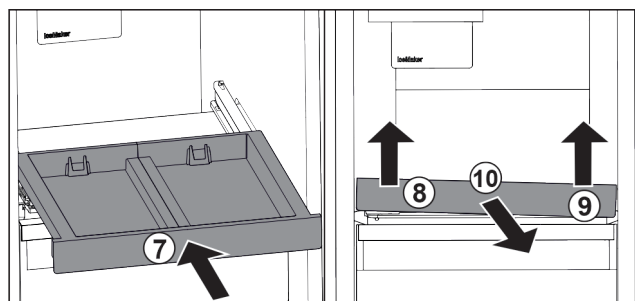

Fig. 96
- Zasuňte vysouvací přihrádku. Fig. 96 (7)
- Vysouvací přihrádku vpředu vlevo nadzvedněte. Fig. 96 (8)
- Vysouvací přihrádku vpředu vpravo nadzvedněte. Fig. 96 (9)
- Odeberte vysouvací přihrádku směrem dopředu. Fig. 96 (10)